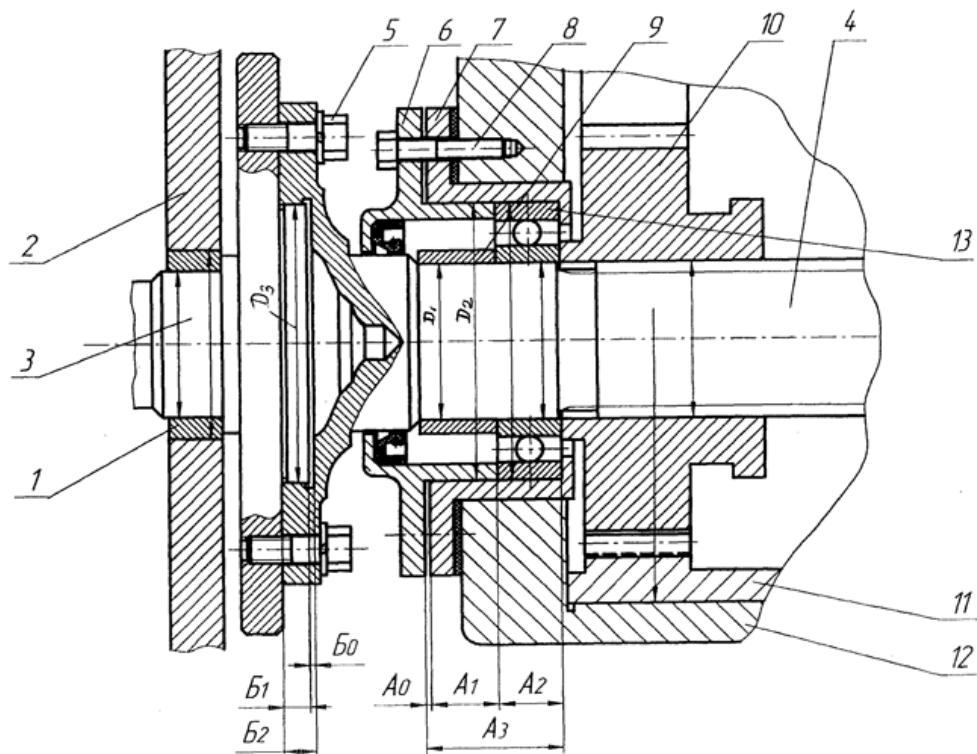

Рисунок 2. Узел передачи вращения через шлицевой вал на блок шестерен
**Задание 2.** Исходные данные (рисунок 2): привод с внутренним зубчатым зацеплением. Вращение от вала 3, установленного в корпусе 2, через подшипник скольжения 1, передается шлицевому валу 4 посредством шести болтов 5. Зубчатое колесо 10 перемещается по шлицевому валу 4 и входит в зацепление с внутренним зубчатым венцом 11, от которого вращение за счет посадки с натягом передается на корпус 12 привода. Радиальный подшипник качения 13 посажен в стакан 7 на скользящей посадке и фиксируется в стакане с помощью крышки 6 с манжетным уплотнением с помощью четырех болтов 8. Дистанционное кольцо 9 устанавливается на валу 4 свободно на скользящей посадке.